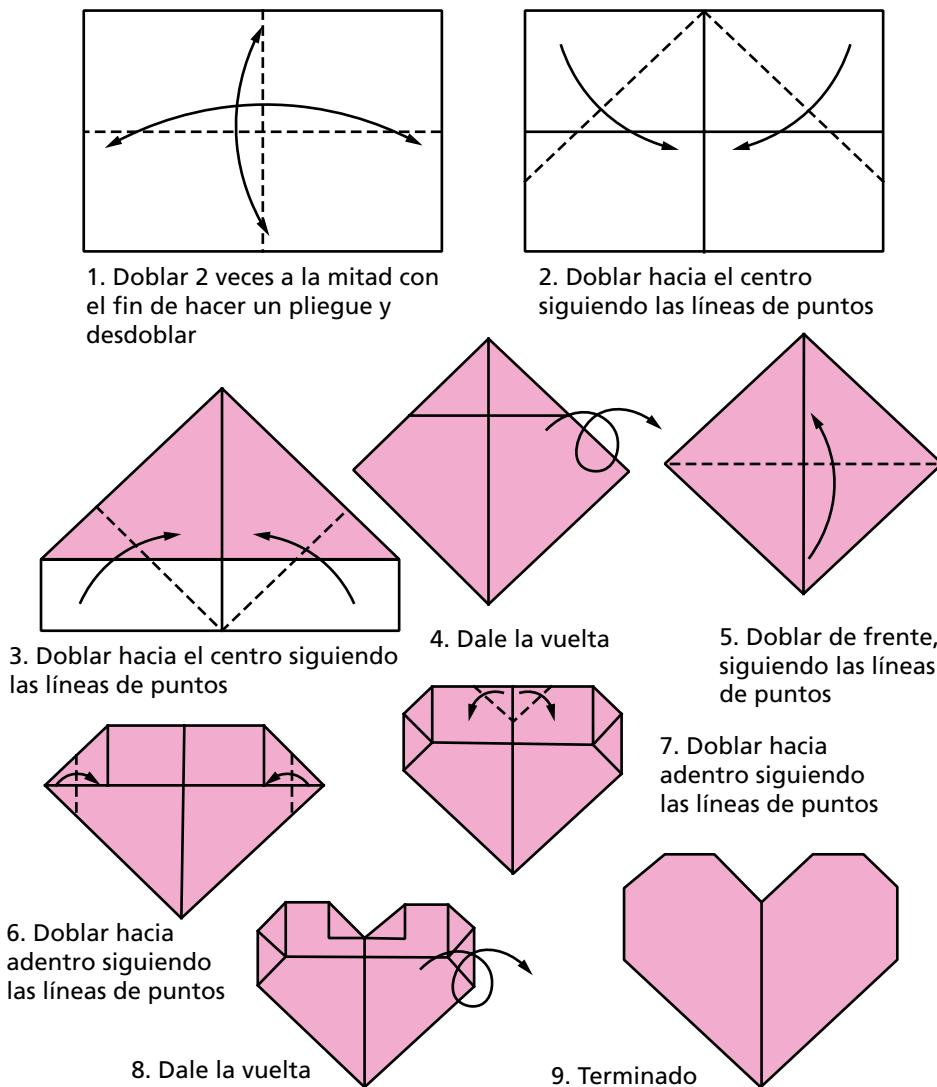

Fig. 7.22 Corazón de papel
4. Pasos para confeccionar un corazón (fig. 7.22).